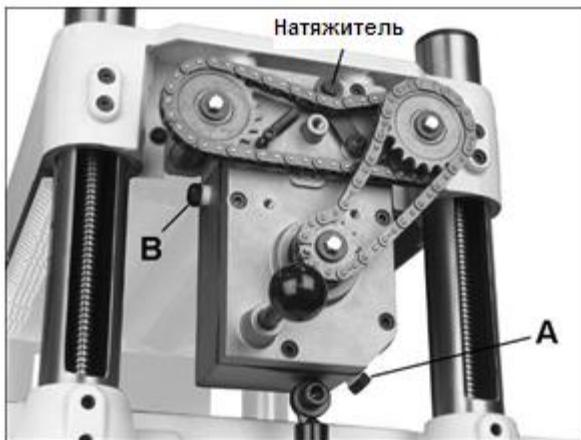

Рисунок 9-1
Станок оснащен прямым, зубчатым роликом подачи и резиновым роликом разгрузки. При включении, они начинают вращаться, обеспечивая подачу заготовки. Ролики врачаются для движения заготовки и автоматически замедляются при увеличении нагрузки на электродвигатель для наиболее эффективного строгания в любых условиях. Ролики приводятся в действие цепью и звездочками (см. Рис. 9-1), которые приводятся в движение непосредственно от ножевого вала через коробку скоростей. Приводная цепь не нуждается в натяжении, так как подпружиненное натяжное устройство (Рисунок 9-1) постоянно поддерживает надлежащее ее натяжение.
3. Открутите сливную пробку (A, Рисунок 9-1) и снимите крышку заливной горловины (B). Слейте отработанное масло полностью. Следуйте местным нормам и правилам по утилизации отработанного масла.
4. Установите сливную пробку на место (A) и заполните коробку скоростей свежим маслом через отверстие (B).
- Установите и затяните крышку заливной горловины (B).